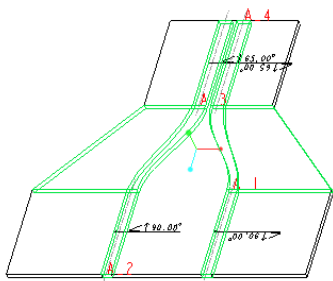

图 1-234 定义有变形区域的展平结果
(5) 在“展平”选项卡中单击 (完成)按钮,展平结果如图 1-234 所示。